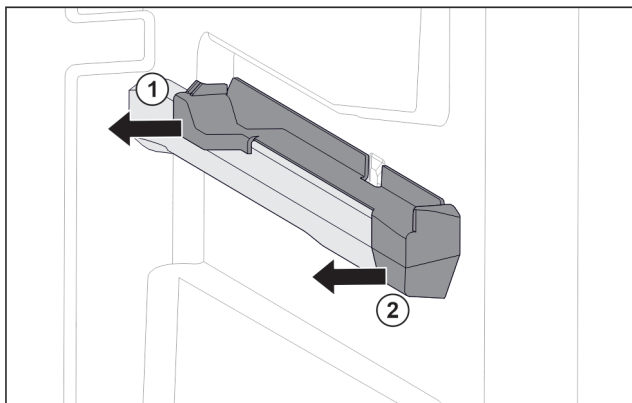

Fig. 130 Élément emboîtable sur la nervure de récipient droite
- Le retirer sur le côté par l'arrière. Fig. 130 (1)
- Le retirer sur le côté par l'avant. Fig. 130 (2)